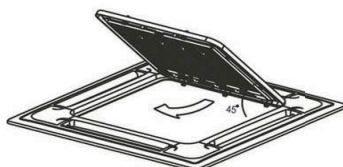

fig. 10
- Saque la rejilla formando un ángulo de 45° y retírela. (Consulte la Fig. 10).
(2) Retire las cubiertas de instalación de las cuatro esquinas